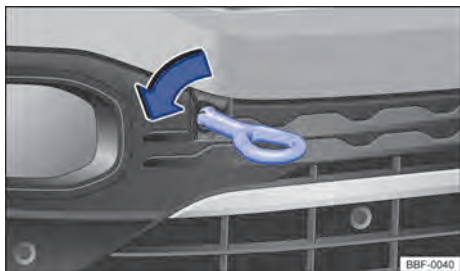

Fig. 144 No para-choque dianteiro à direita: rosquear a argola de reboque.
- Rosquear a argola de reboque tão firme quanto possível **no sentido anti-horário** no alojamento → Fig. 144 ⓘ → ⓘ. Utilizar um objeto